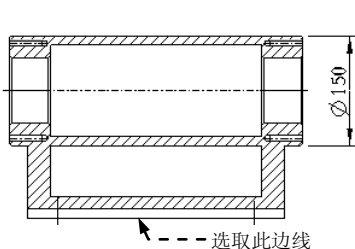
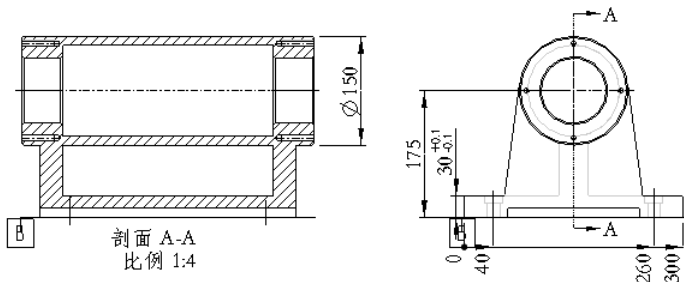

图 5.8.42 选取视图轮廓线
图 5.8.43 创建基准符号
(1) 在功能区中选择 **注释** → **基准特征符号** 命令。
(2) 在系统的提示下选择图 5.8.42 所示的视图轮廓边线（即模型下底面的投影），然后单击鼠标中键；此时系统弹出“基准特征”选项卡。
(3) 在“基准特征”选项卡的“标签”文本栏中输入基准名 P，然后按 Enter 键。
(4) 在图纸空白处单击，结果如图 5.8.43 所示。